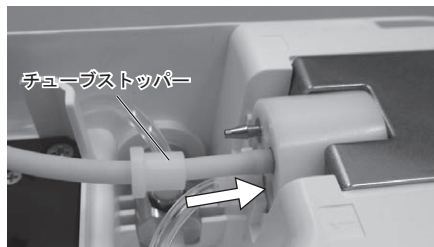

図39
- 9) ポンプチューブを取り外しと逆の手順で取り付け、チューブストッパーを奥までしっかり挿し込んでください。(図 39)